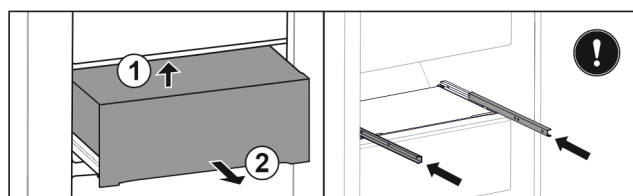

Fig. 148
- ▶ Levante el cajón por la parte trasera inferior. Fig. 148 (1)
- ▶ Extraiga el cajón hacia delante. Fig. 148 (2)